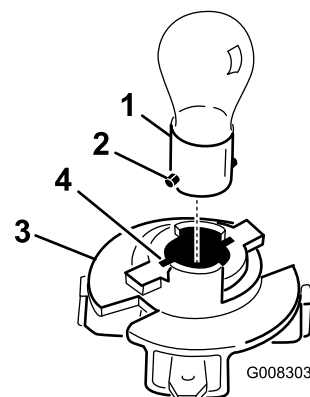

Bild 31
8. Drücken Sie die Birne hinein, drehen Sie sie entgegen dem Uhrzeigersinn bis zum Anschlag (ca. 1/4 Umdrehung) und nehmen Sie sie aus der Birnenfassung heraus (Bild 31).
1. Richten Sie die Metallstifte am Birnensockel mit den Schlitz in der Birnenfassung aus und setzen Sie den Sockel in die Fassung (Bild 31).
3. Richten Sie die Nasen an der Birnenfassung mit den Schlitz im Reflektor aus (Bild 31).